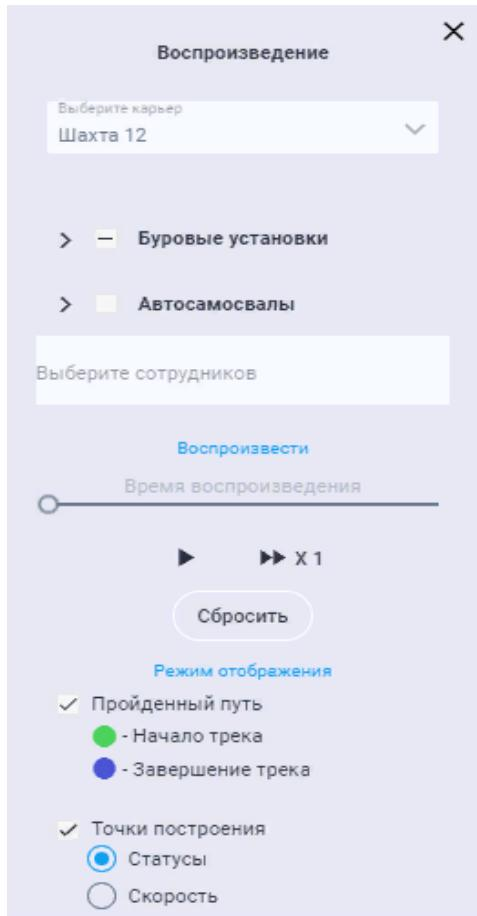

Рисунок 12. Параметры трека.
- Указать временный интервал. Для этого нажимаем на календарик в окне **“время”** (рисунок 12.), в появившемся окне выбираем дату начала трека на календаре и время